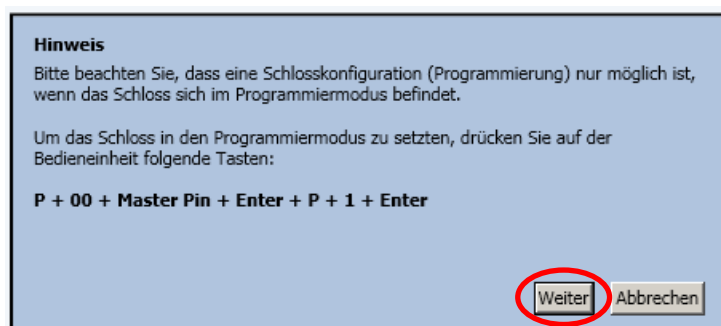
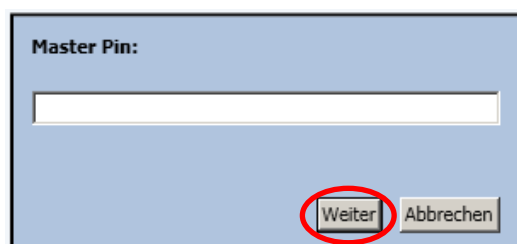

Abbildung 3: Bestätigung des Auditmodes des Schlosses am PC
Abbildung 4: Eingabe des gültigen Mastercodes
3. Klicken Sie auf <Weiter> (siehe Abbildung 3), um den dort angegebenen Hinweis zu überspringen
4. Geben Sie nun wie in der Eingabemaske der Software beschrieben ebenfalls den Mastercode des Schlosses an der PC-Tastatur ein und klicken Sie auf <Weiter> (siehe Abbildung 4)
3. Klicken Sie 2x <Weiter> (siehe Abbildung 3 und Abbildung 4), es sind keine Eingaben am Schloss oder am PC erforderlich